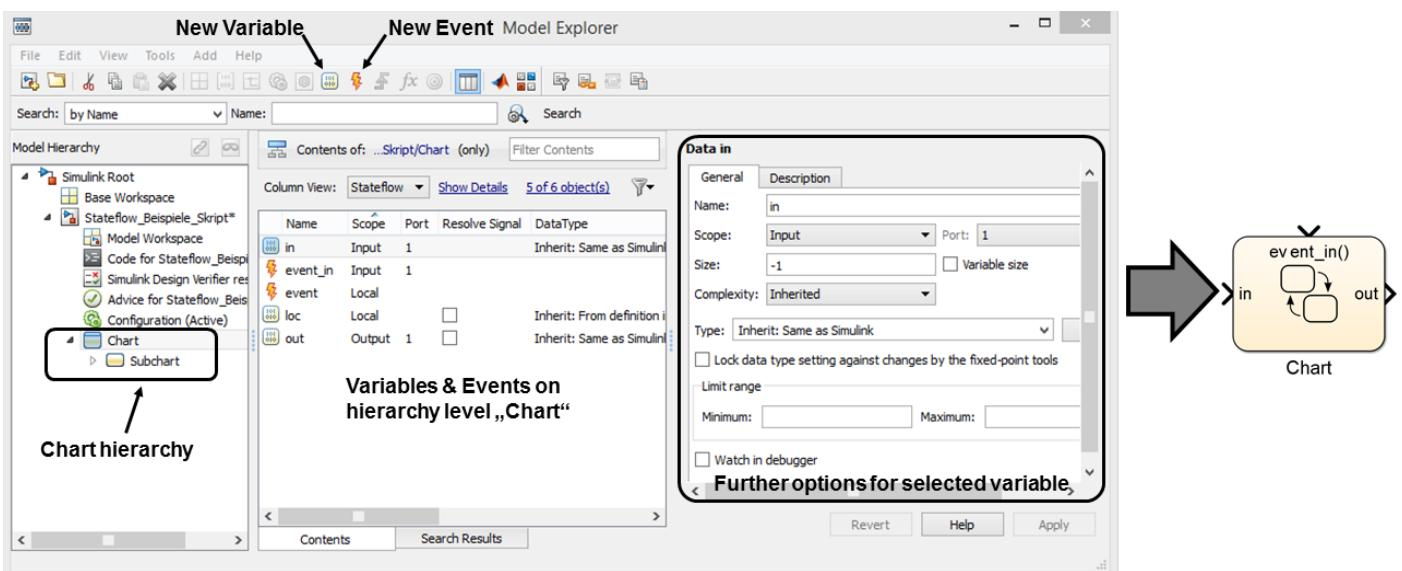

Abbildung 54: Stateflow Model-Explorer
Das **Vorgehen bei der Definition neuer Variablen und Events** ist in Abbildung 54 gezeigt und besteht aus folgenden Schritten:
**Hinweis:** Lokale Events/Data können in allen Hierarchieebenen definiert werden. **Ein- und Ausgänge nach Simulink müssen immer auf der obersten Ebene definiert sein.** Wird eine Variable oder ein Event als In-/Output definiert, entsteht am Chart ein entsprechender Port (Abbildung 54).